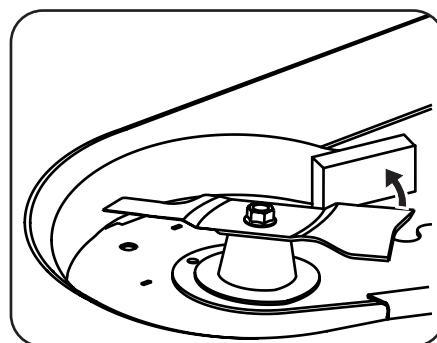

Figure 2
1. Enveloppez un chiffon autour de la lame et retenez la lame pour l'empêcher de tourner vers la gauche, ou immobilisez la lame en plaçant un morceau de bois entre la lame et le boîtier du plateau de coupe comme indiqué à la Figure 2.